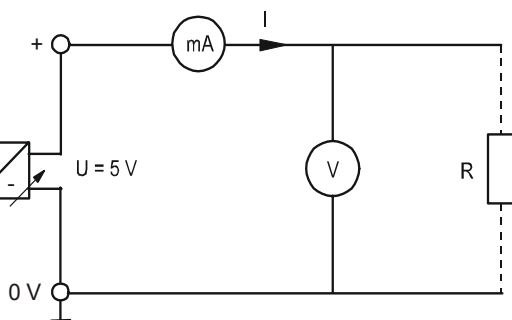
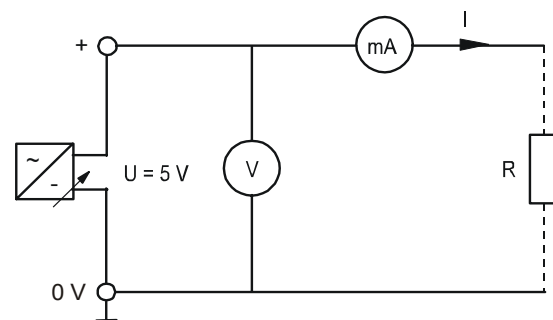

Abb. 3.2.1 Stromfehlerschaltung
Abb. 3.2.2 Spannungsfehlerschaltung
Zum Messen des Stroms in einer Schaltung wird der Strommesser stets in Reihe zum Verbraucher geschaltet. Spannungsmessungen erfolgen dagegen durch Parallelschalten eines Spannungsmessers zum Verbraucher. Sollen Spannung und Strom gleichzeitig in einer Schaltung gemessen werden, so ist darauf zu achten, dass bei hochohmigen Verbrauchern die Spannungsfehlerschaltung (Abb. 3.2.2) und bei niederohmigen Verbrauchern die Stromfehlerschaltung (Abb. 3.2.1) zur Anwendung kommt.
- Es ist die Stromfehlerschaltung nach Abb. 3.2.1 aufzubauen und bei einer konstanten Eingangsspannung von $5\ \text{V}$ jeweils bei den Widerständen $22\ \Omega$ und $10\ \text{k}\Omega$ die Spannung und der Strom zu messen.
- Die Messungen sind an der Spannungsfehlerschaltung in Abb. 3.2.2 zu wiederholen.